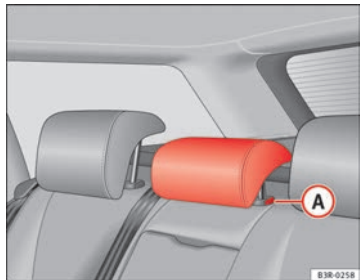

Abb. 114 Mittlerer Rücksitz: Kopfstützen
- Drücken Sie den Knopf **A** ⇒ Abb. 114 und führen Sie die Kopfstütze nach unten.
- Drücken Sie auf die Taste **A** ⇒ Abb. 114 und ziehen Sie gleichzeitig die Kopfstütze heraus.